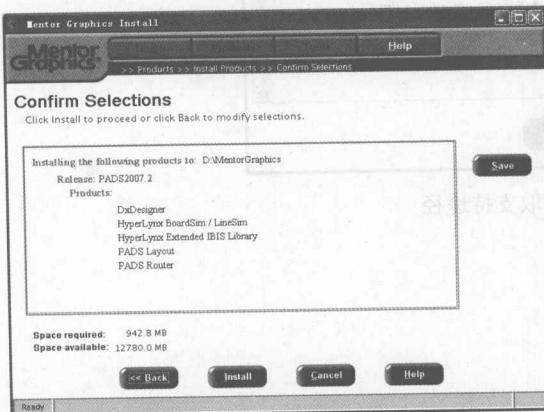

图 1-16 “Confirm Selections”对话框
(8) 单击“Next”按钮, 弹出如图 1-16 所示的对话框。